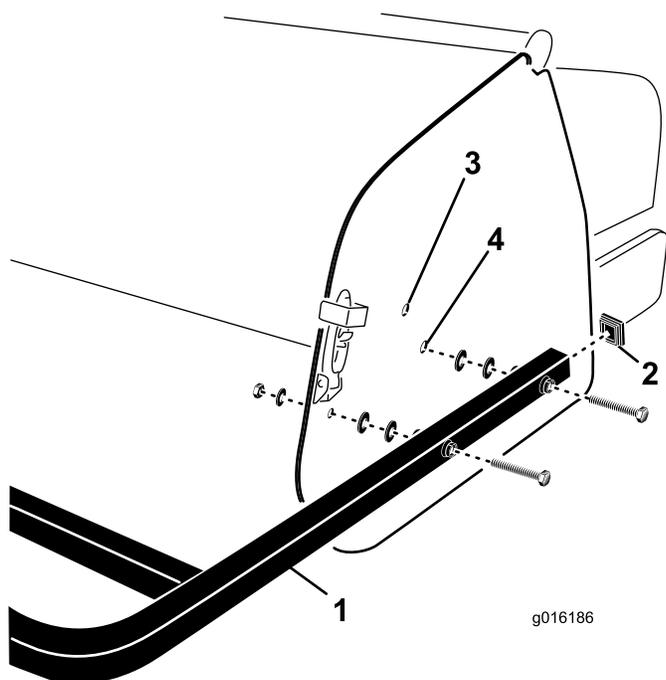

Figura 29
1. Inserite i tappi terminali nelle estremità dei tubi della protezione posteriore (Figura 29).
2. Allineate i fori nei tubi di montaggio protezioni posteriori con quelli esistenti sulle piastre laterali dell'arieggiatore (Figura 29).
3. Fissate i tubi di montaggio della protezione sulle piastre laterali con (4) viti, rondelle piane e dadi (Figura 29).